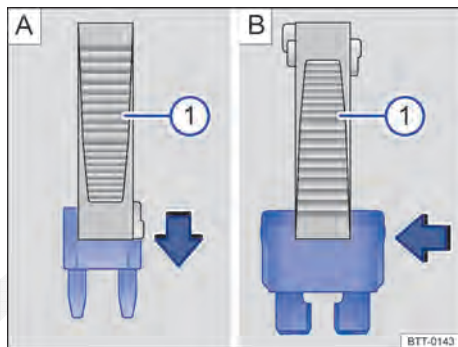

Fig. 232 Retirar ou colocar o fusível plano com o alicate de plástico: **A**) MINI **B**) ATO.
- *No caso de fusíveis planos*, de acordo com o modelo do fusível, colocar as garras adequadas do alicate plástico ⇒ Fig. 232 **A**) ① ou ⇒ Fig. 232 **B**) ① sobre o fusível na direção da seta.
- Se o fusível estiver queimado, substituir o fusível por um novo da *mesma* intensidade (mesma cor e inscrição) e do *mesmo* tamanho ⇒ ①.